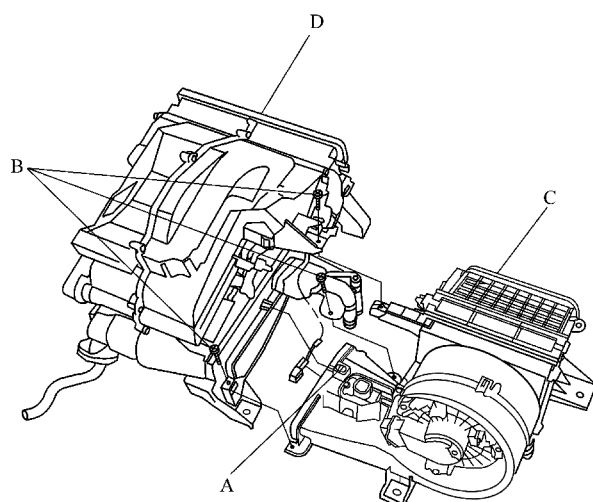

图 9-7 拆下鼓风机单元
- 8) 若要拆下鼓风机单元，则从卡扣 A 上拆下插接器，拆下自攻螺钉 B，然后从加热器单元 D 上拆下鼓风机单元 C，如图 9-7 所示。